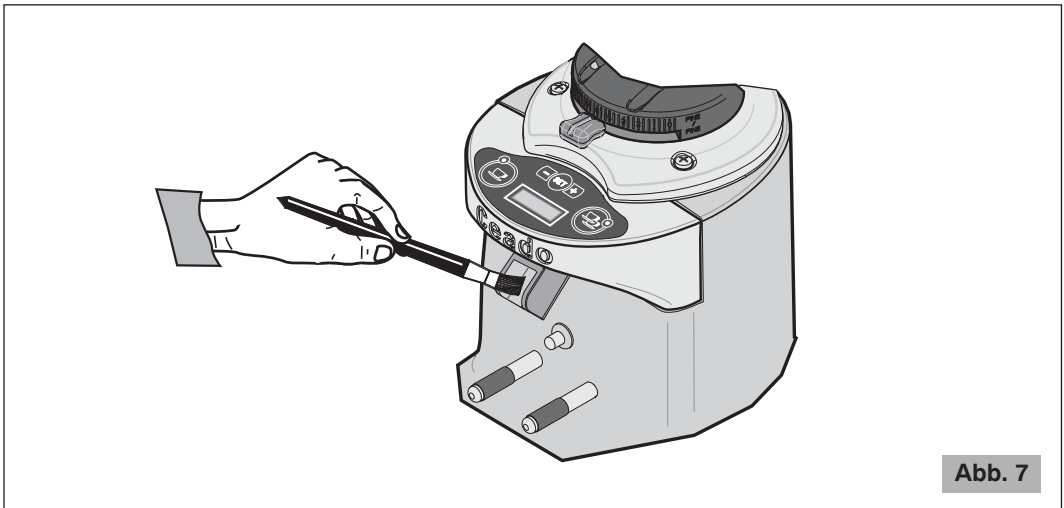

Abb. 7
- Die Reinigung der Auswurföffnung immer mit dem Pinsel der Ausstattung (Abb. 7) vornehmen.